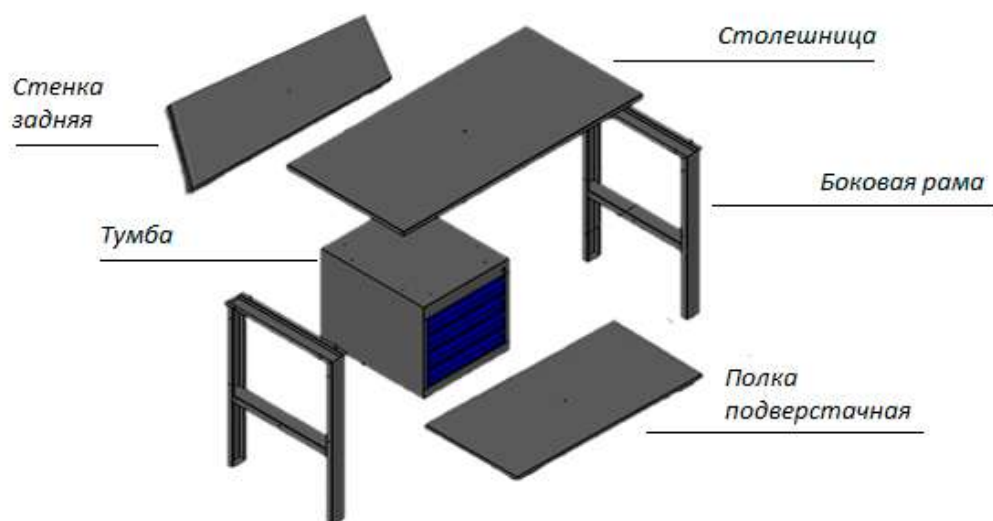

Рис. 5
5.1.2 Схема сборки столов ВМ с тумбой, полкой и задней стенкой. Столешницу, полку и заднюю стенку прикрепить к боковым рамам как показано на рис.5. Крепление производить с помощью крепежных изделий (болт, гайка) входящих в состав изделия. Далее следует прикрепить тумбу к столешнице.